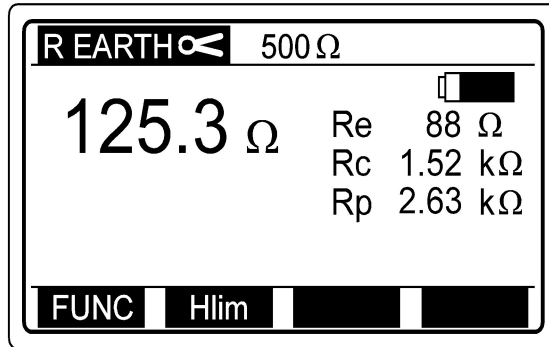

Fig. 30: Voorbeeld testresultaat aardingsweerstand
- Druk op de Back (F1)-toets na het programmeren van de afstand om naar het beginmenu voor soortelijke aardingsweerstand terug te keren (zie fig 30).